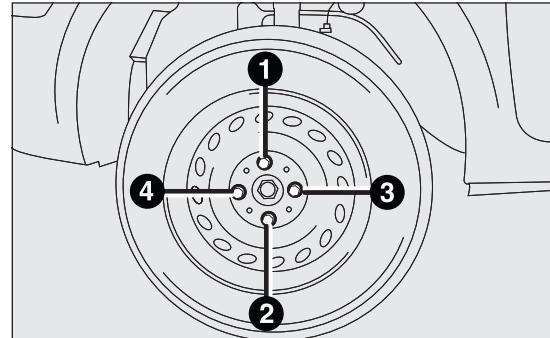

Abb. 101
- Die Radbolzen gleichmäßig über Kreuz mit der in Abb. 101 gezeigten Reihenfolge festziehen.
- Unter Benutzung des mitgelieferten Schlüssels die Radbolzen in der in der Abbildung dargestellten numerischen Reihenfolge festziehen Abb. 101;